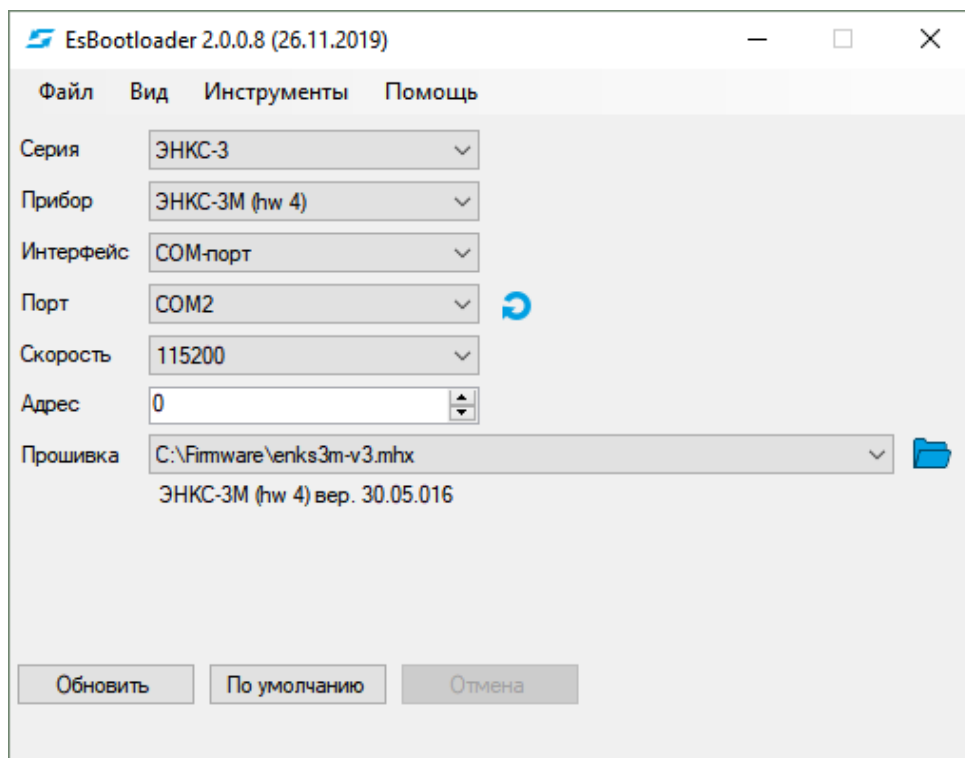

Рисунок 6.1. Прошивка УСД ЭНКС-3м с помощью ПО «ES BootLoader».
- В поле «Прошивка» откройте файл с последней прошивкой для выбранного устройства (см. рис. 6.1) или выберите «Загрузить актуальную прошивку» для автоматической загрузки последней версии.